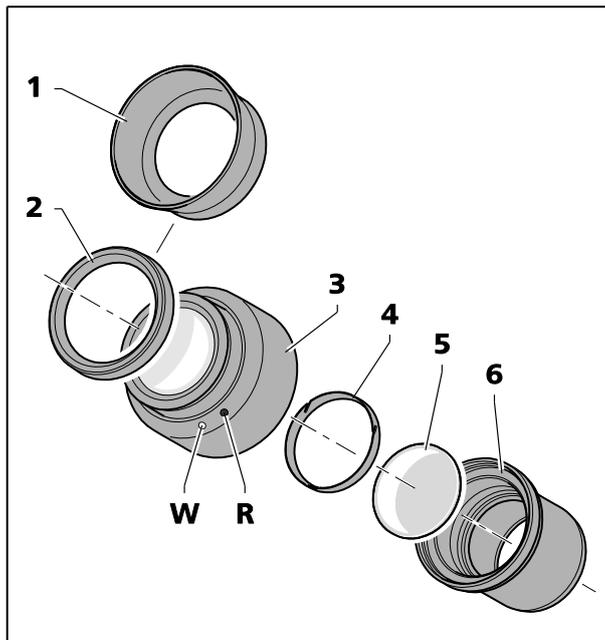

Fig. 11 Insertion d'une plaque d'oculaire
Les oculaires sont dotés d'anneaux de protection en caoutchouc pour les lunettes afin d'éviter de les rayer. Ces anneaux peuvent être remplacés au choix par des œillères réversibles (Fig. 11/1).
- À cet effet, retirer les anneaux de protection pour lunettes (Fig. 11/2) des oculaires et placer les œilletons (Fig. 11/1).
- Dévisser la butée (Fig. 11/6) de l'oculaire (Fig. 11/3).
- Extraire la bague de verrouillage (Fig. 11/5).
- Insérer la plaque d'oculaire (Fig. 11/4).
Le léger décalage de l'image dû à la distance supplémentaire à travers le verre est pris en compte sur l'échelle dioptrique du fait que la position du point zéro n'est pas indiquée par le point blanc (Fig. 11/W) mais par le point rouge (Fig. 11/R).